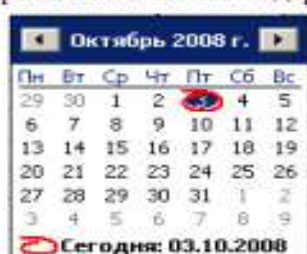

Рис. 11
- Нажмите кнопку . На экране появится календарь Октябрь 2008 (рис. 11).